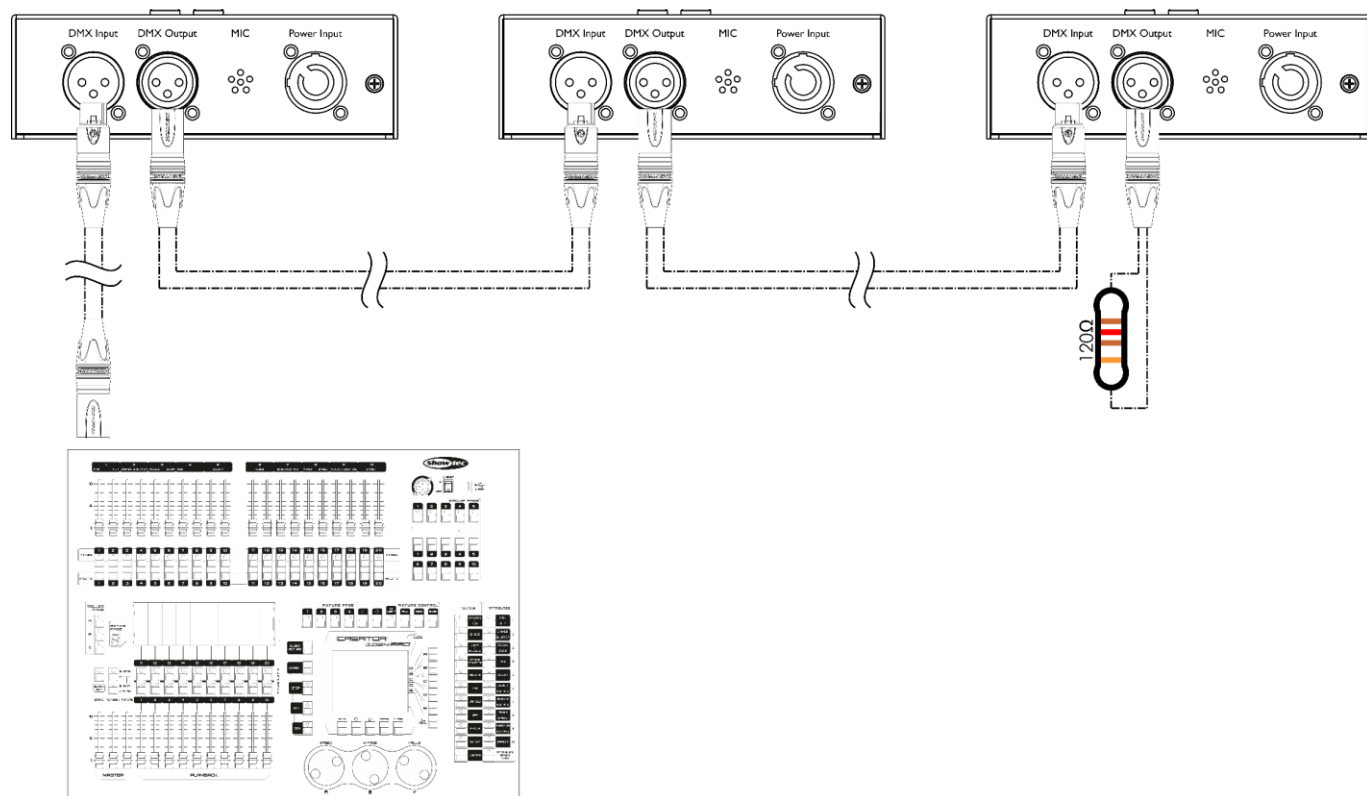

Fig. 04
- 04) Una las unidades como se muestra en la Fig. 04. Conecte la toma de salida (out) de la primera unidad con la toma de entrada (in) de la segunda, utilizando un cable DMX. Repita este proceso para vincular la segunda, tercera y cuarta unidades.